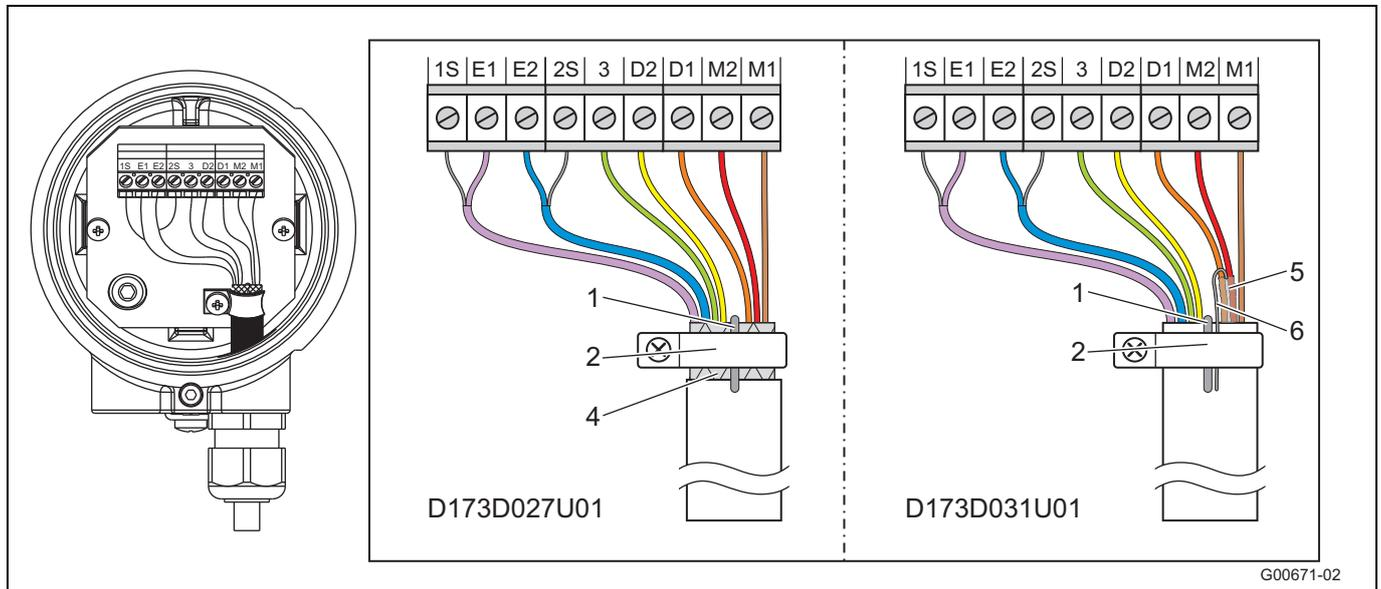

Abb. 38
- Alle anderen Adern wie in Abb. 38 dargestellt anschließen.